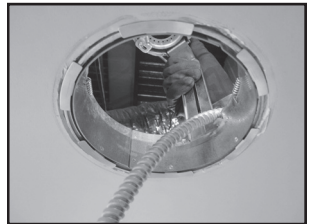

Figure 26
- Alignez les receveurs de ressorts de torsion avec les pilotis du boîtier (s'il y en a) et assurez-vous que les ressorts de montage ne touchent aucune partie du boîtier pour que les pieds reposent à plat sur le plafond. Les anneaux Retrofit auront peut-être besoin d'être tournés pour éviter des interférences (Figure 26).